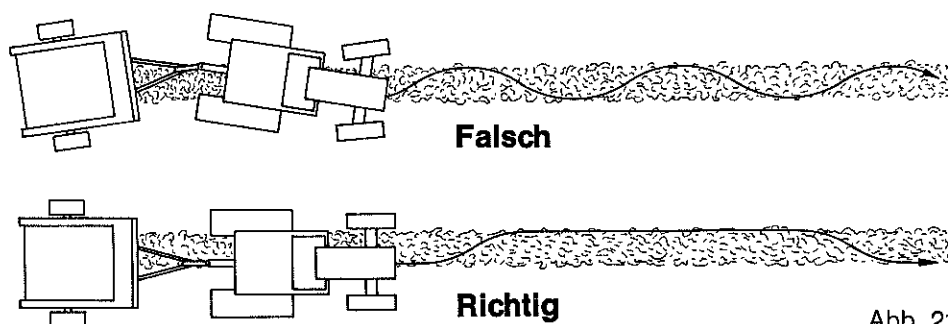

Abb. 21
6. Schwad mittig überfahren. Das Schwad sollte gleichmäßig und nicht zu stark sein. Je gleichmäßiger das Schwad ist, desto sauberer ist die Arbeit. Ideal ist, wenn die Schwadbreite gleich Ballenbreite ist. Bei zu breiten Schwaden drückt der Ballen zu fest an den Seitenwänden der Presse. Das kann dazu führen, daß der Ballen schlecht ausgestoßen wird. Bei zu schmalen Schwaden ist es vorteilhaft, den Aufnahmebereich der Pick-up durch Rechts- und Linksfahren voll auszunutzen. Dadurch wird die Presse gleichmäßig gefüllt und der Ballen gleichmäßig fest. Keine Schlangenlinien fahren, sondern eine längere Strecke links und dann rechts fahren (s. Abb. 21).